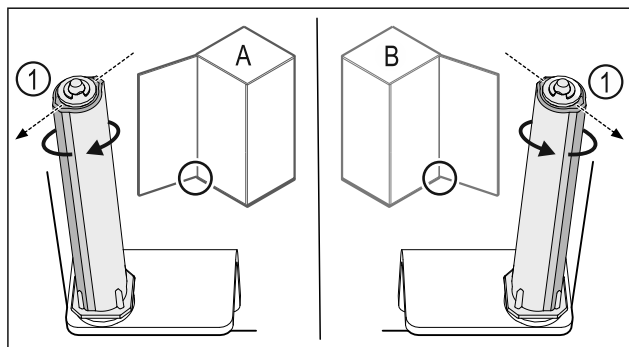

Fig. 36 Battuta di arresto sinistra (A) / battuta di arresto destra (B)
- Ruotare il sistema di chiusura in opposizione alla resistenza, fino a quando la staffa del sistema di chiusura Fig. 36 (1) non punta verso l'esterno.